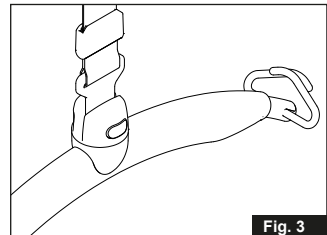

Fig. 3
3. Drei løft estroppen til loddrett posisjon (fig. 3)